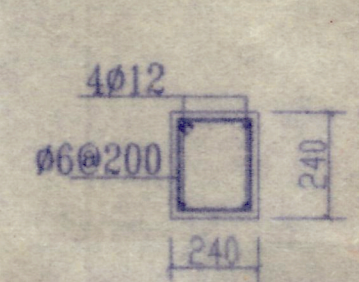

图6 GZ1构造柱配筋图
9. 当门窗过梁与楼板、楼层梁或圈梁相距很近时, 可按图6施工。